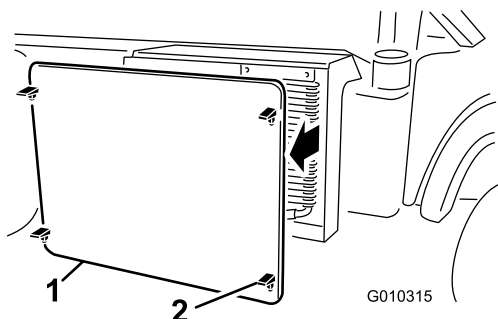

Рисунок 61
2. Расфиксируйте и снимите решетку радиатора с передней стороны радиатора (Рисунок 61).